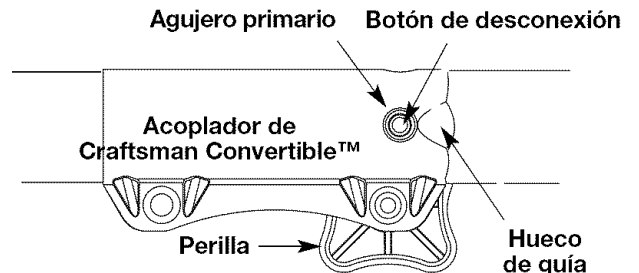

Fig. 15
3. Mientras que firmemente sostiene el accesorio, empújelo derecho en el acoplador hasta el botón liberador (Fig. 15) se encaja a presión hacia el agujero primario (Fig. 15). El agujero primario está en el lado opuesto del acoplador de la perilla (Fig. 15). La alineación del botón de desconexión con el hueco de guía facilitará la instalación (Fig. 15).
3. Opima y sostenga el botón de desconexión (Fig. 15).